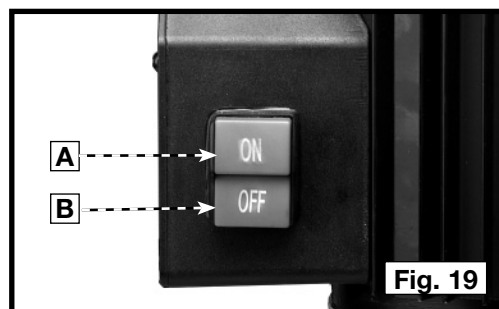

Fig. 19
L'interrupteur est situé sur le côté gauche de la mortaiseuse. Pour mettre la mortaiseuse en marche, enfoncer le bouton de démarrage vert (A), fig. 19. Pour arrêter la mortaiseuse, enfoncer le bouton rouge (B).